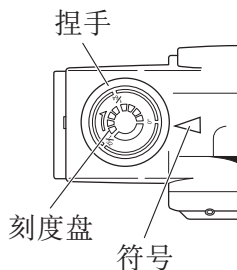

图 1
- (1) 按图 1 上箭头指示方向（顺时针方向）转动旋钮，直到三角指标对准于度盘上的希望刃深刻度线。度盘上的刻度线以毫米为单位。
- (2) 可在 0 - 1 mm 的范围内调节刃深。